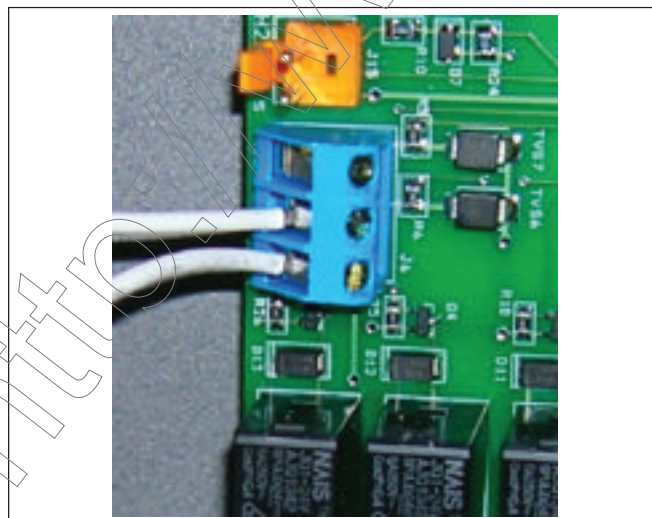

Figura 26. AquaLink RS® o conexión al TSTAT remoto (Conexión de 2 cables)
4. Conecte el cableado desde el sistema de control de la piscina/spa hasta la terminal de control remoto del calentador. Véase Figura 26.